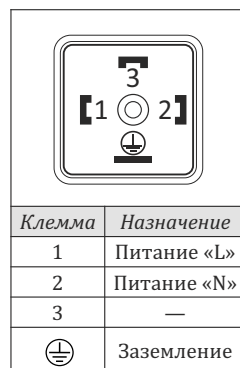

Рис. 5. Электрические
- По окончании пайки дать остыть и собрать в обратной последовательности и произвести электрические подключения (рис.5)